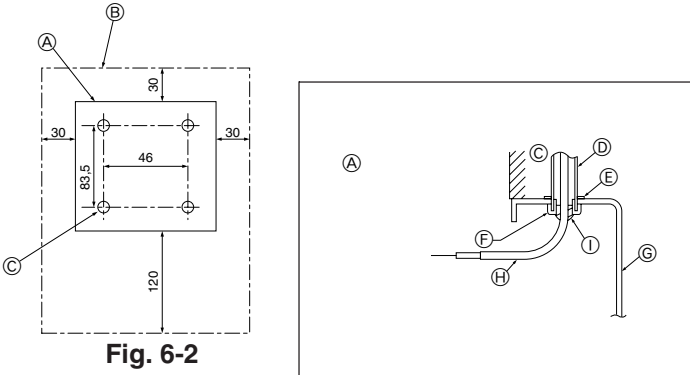

Fig. 6-2
(1) Uzaktan kumanda için bir montaj yeri seçin. (Fig. 6-2)